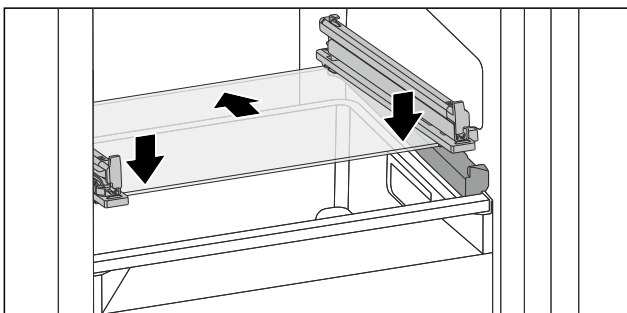

Fig. 178 Glasplatte des abklippbaren Schubfachs
- ▶ Glasplatte schräg hinter den Stopperr aufsetzen. (siehe Fig. 178)